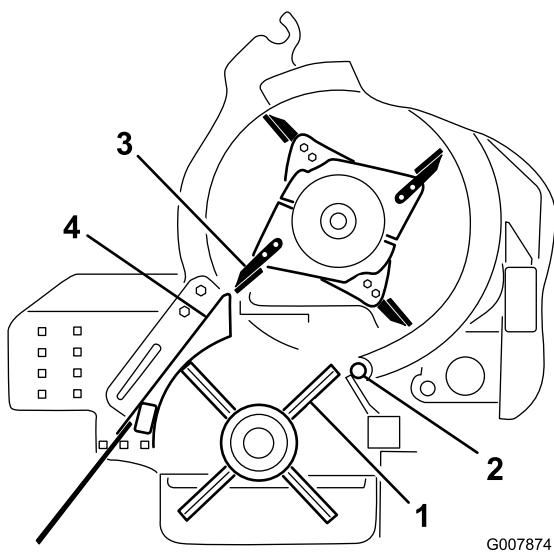
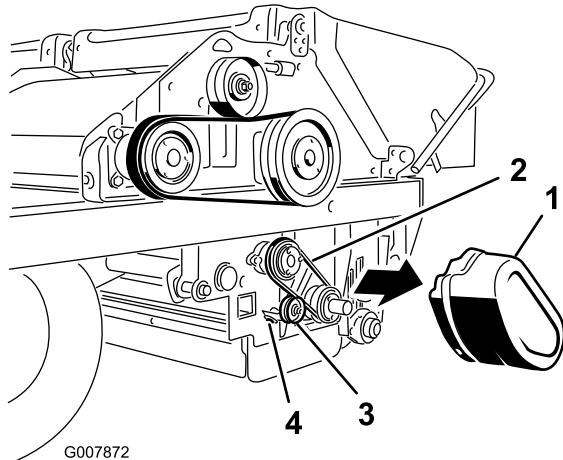

Figure 60
Figure 61
- Tournez la poulie de la brosse jusqu'à ce qu'une rangée soit alignée sur le coin rotatif (Figure 60).
| 5. Tournez le hacheur jusqu'à ce que la pointe de la lame soit alignée sur l'extérieur du carter de brosse (Figure 60). | 3. Poussez la poulie de tension contre la courroie et serrez l'écrou de la poulie de tension (Figure 61). |
5. Tournez le hacheur jusqu'à ce que la pointe de la lame soit alignée sur l'extérieur du carter de brosse (Figure 60).
1. Retirez le couvercle de la courroie (Figure 61).
2. Desserrez l'écrou sur la poulie de tension (Figure 61).